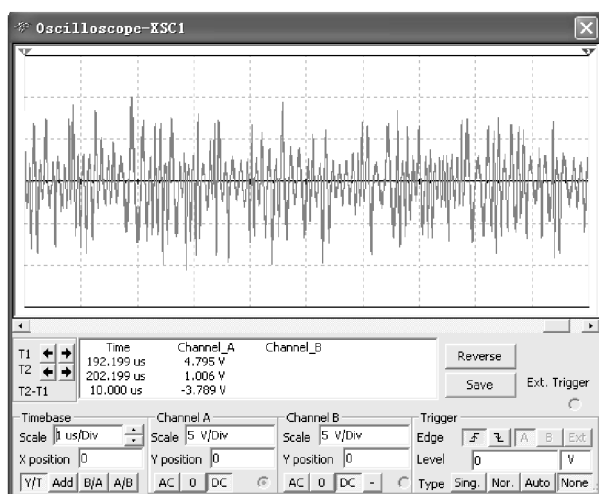

图 3-61 噪声源的波形
(2) 方波、三角波和锯齿波:分别单击方波按钮、三角波按钮或锯齿波按钮,Agilent 33120A 函数发生器能产生方波、三角波或锯齿波。设置方法和正弦波的设置类似,只是对于方波,单击 Shift 按钮后,再单击 Offset 按钮,通过输入旋钮可以改变方波的占空比。
(3) 噪声源:单击 Noise 按钮,Agilent 33120A 函数发生器输出一个模拟的噪声。其幅度可以通过单击 Ampl 按钮调节,调节输入旋钮改变大小,使输出幅度为 100mV,Offset 输入偏置数值为 0,噪声源的波形如图 3-61 所示。